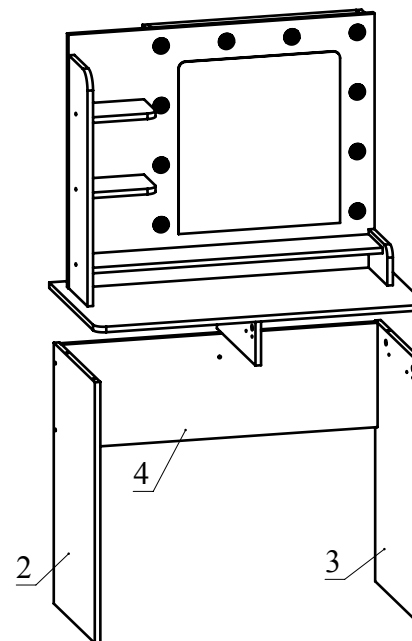

Рис.10
9. Установите полученную сборку на детали 2, 3, 4 и зафиксируйте, повернув конфирматным ключом головки минификсов по часовой стрелке до упора (Рис. 10).